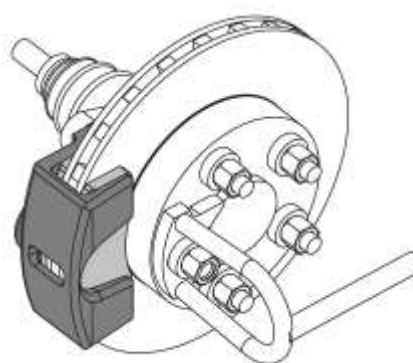

Fig. 66
17. Mettere un freno ausiliario per fissare il disco del freno, fig. 66.